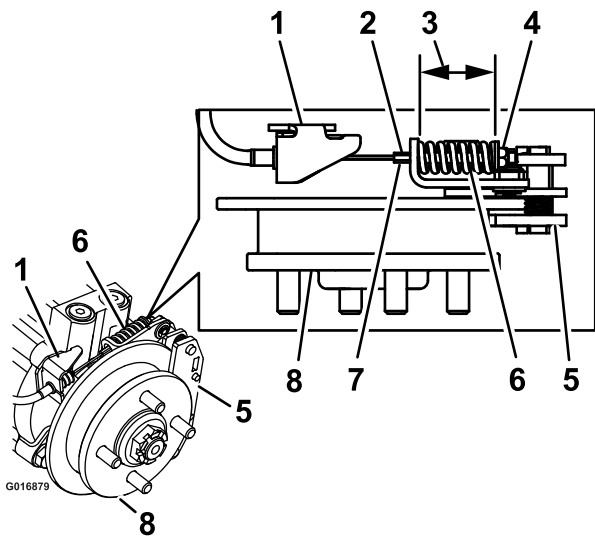

Figure 75
9. Maintenez l'extrémité de la tige filetée avec un outil et ajustez le contre-écrou jusqu'à ce que la longueur du ressort se situe entre 3,8 et 4 cm (1-1/2 et 1-9/16 po) (Figure 75). Le câble ne doit pas tourner quand les écrous sont desserrés.